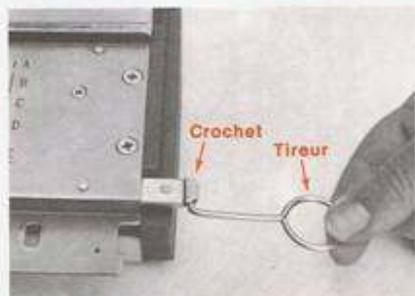

Fig. 97
- 1) Accrocher le « Tireur de la barre de maintien » au crochet de la barre de maintien des aiguilles et tirer jusqu'à ce que l'aiguille à changer soit libérée (fig. 97).